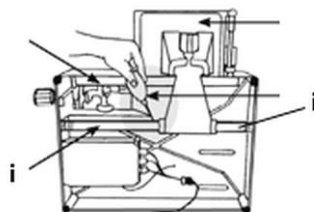

Fig. 16
3. Appliquer un peu de lubrifiant pour machines sur les deux extrémités de l'axe du chariot (i) (fig. 16).